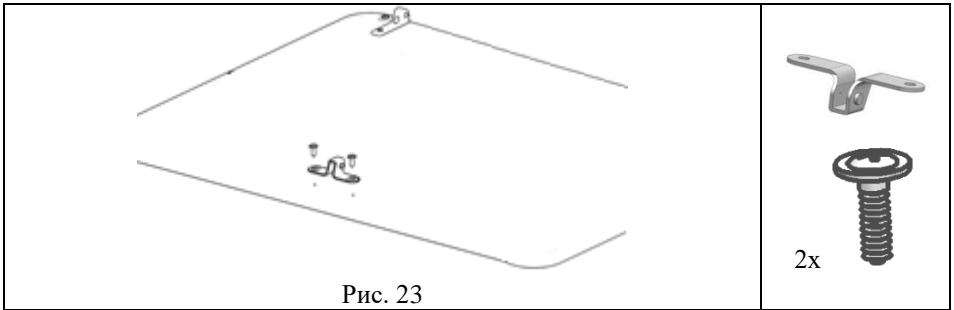

Рис. 23
5.5.2. К сборке по п. 5.5.1 прикрутить с помощью саморезов с прессшайбой (поз. 2, пакет № 158) кронштейн верхний (поз. 3, пакет № 9а), см. рис. 23, 23а.
Рис. 23а